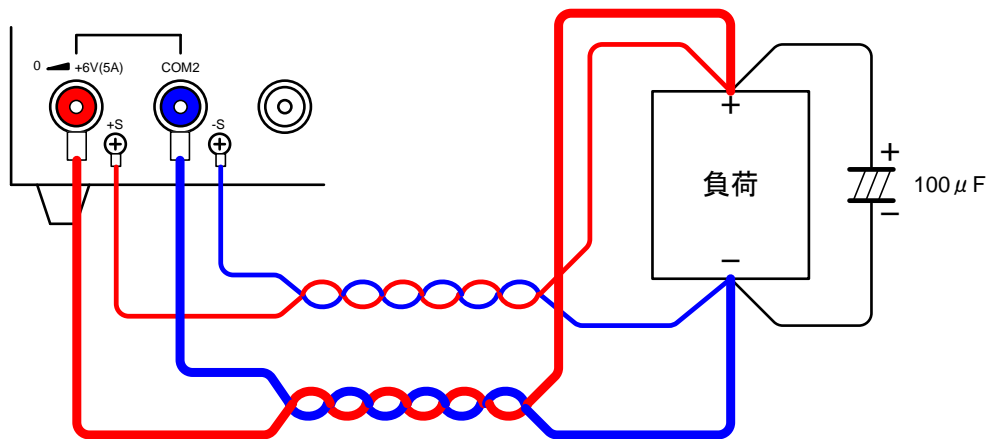

図 5-6. リモートセンシング機能を使用したときの負荷と接続
- ・ 本器排気温度が高熱状態になり、OHA (オーバーヒートアラーム)が発生すると図 5-6. の PinNo2 がローレベルとなります。図 6-1. のように電圧計を接続することで、OHA 動作を検出することができます。
- ・ 図 5-6. で S1 をオン(PinNo1 と PinNo2 を短絡)することで本器をアラーム状態にすることができます。オンしつづけることでアラーム状態を保持することができます。